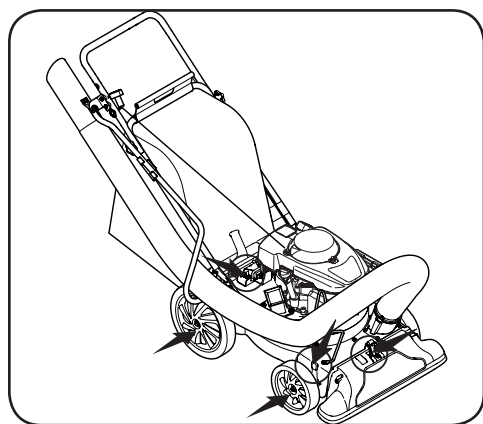

Figura 5-1
4. Lubrique la palanca del pico / manguera de la aspiradora que la unen a la ménsula de montaje. Vea la Figura 5-1.